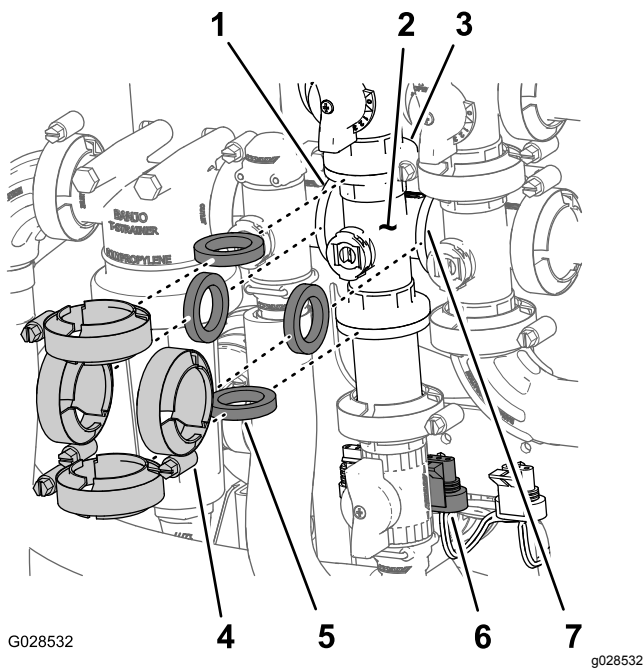

Figura 90
1. Retire os grampos e as juntas que fixam o coletor para a válvula de agitação (Figura 90) à válvula de distribuição de agitação, válvula de controlo de aplicação, válvula mestre da rampa e união adaptadora (válvula do acelerador da agitação).